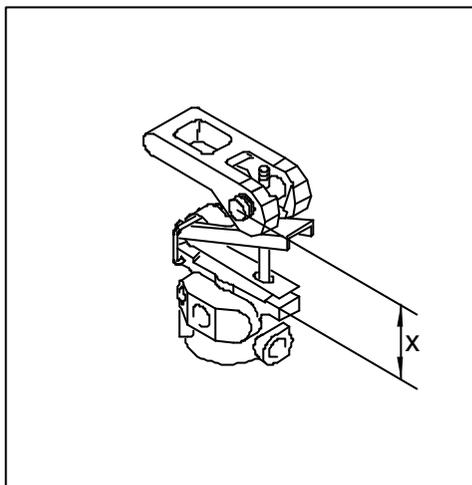

Fig. 2
- À régler la tige du limiteur (Fig. 2) à la côte **X= 45 mm** représentant la position standard avec le meilleur compromis de limitation des freins sur l'arrière,